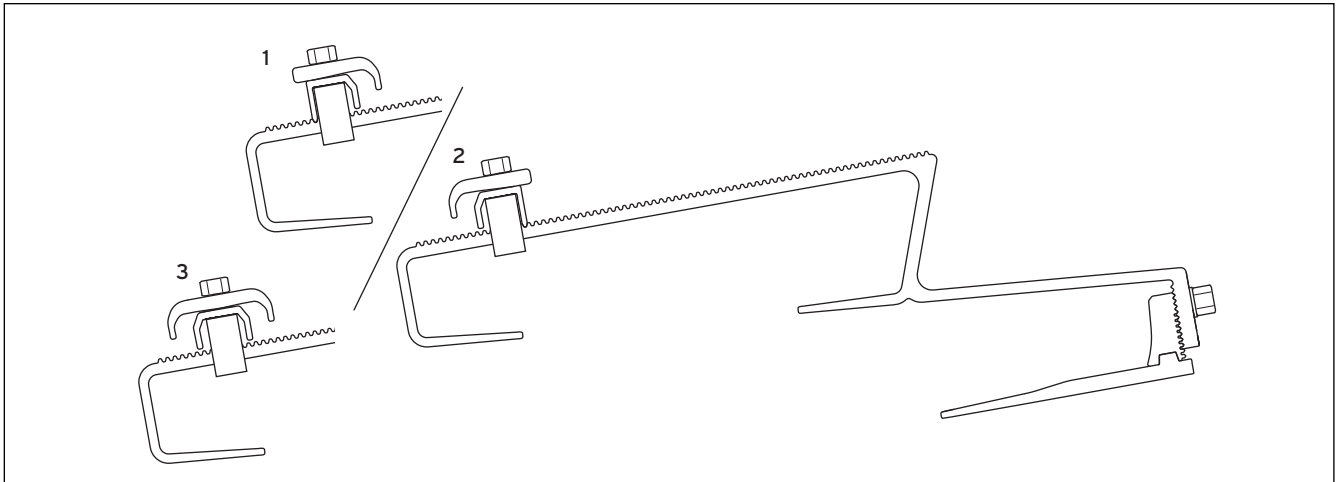

Abb. 5.11 Dachanker Typ P
- Positionieren Sie den Dachanker. Achten Sie dabei auf die korrekte Position des oberen, mittleren und unteren Dachankers (→ Abb. 5.11).
- Hängen Sie den Dachanker an der Dachlatte ein. Achten Sie dabei auf die korrekte Position des oberen, mittleren und unteren Dachankers (→ **Abb. 5.11**).
- Positionieren Sie den Dachanker. Achten Sie dabei auf die korrekte Position des oberen, mittleren und unteren Dachankers (→ **Abb. 5.11**).
- Setzen Sie den Dachanker auf die mittlere Mutter. Achten Sie dabei auf die korrekte Position des oberen, mittleren und unteren Dachankers (→ **Abb. 5.11**)